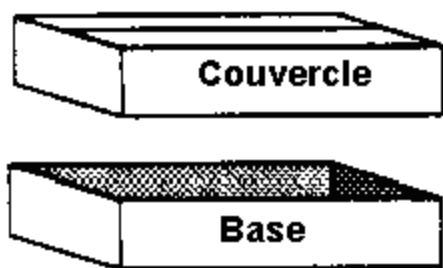

Figure 1
1. Prenez une grande boîte et coupez-la à moitié comme il est montré en Figure 1. Mettez une moitié de côté que vous emploierez pour le couvercle. L'autre moitié devient la base.